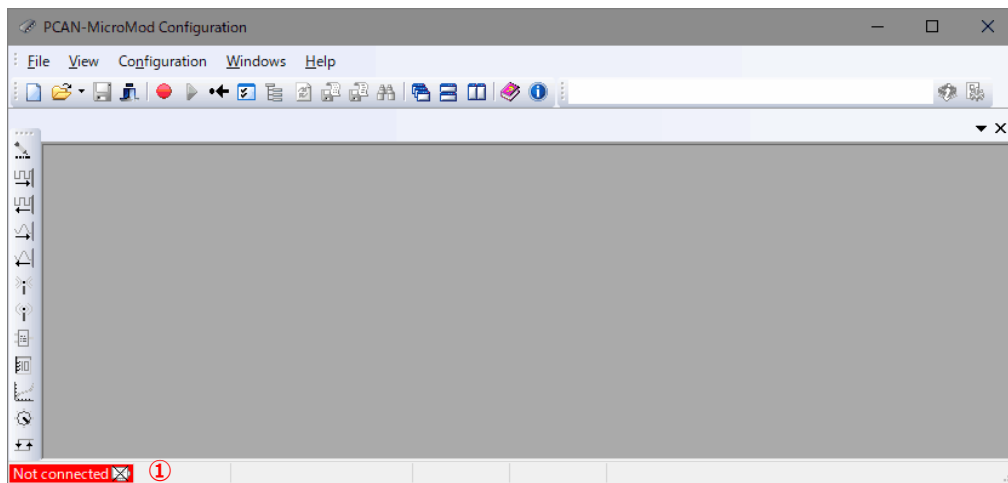

図 4-1
PCAN-MicroMod Configuration 2 を起動します（図 4-1 参照）。
左下の **Not connected** をダブルクリックします（図 4-1 ① 参照）。